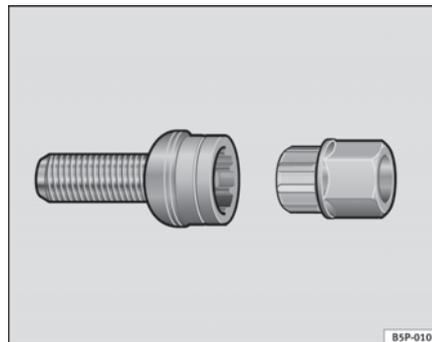

Fig. 139 Parafuso anti-roubo da roda
- Colocar totalmente o adaptador no parafuso anti-roubo da roda ⇒ **fig. 139**.